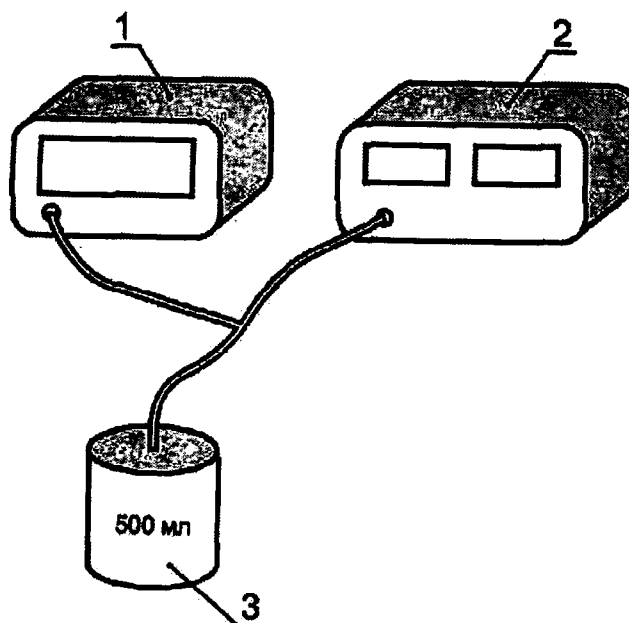

Рисунок 1 – Пневматическая схема для определения диапазона и погрешности измерений давления в манжете
6.4.1.1 Собирают пневматическую схему для испытаний (рис. 1), которая состоит из:
##### 6.4.3.1 Собирают пневматическую схему для испытаний (рис. 1), которая состоит из: